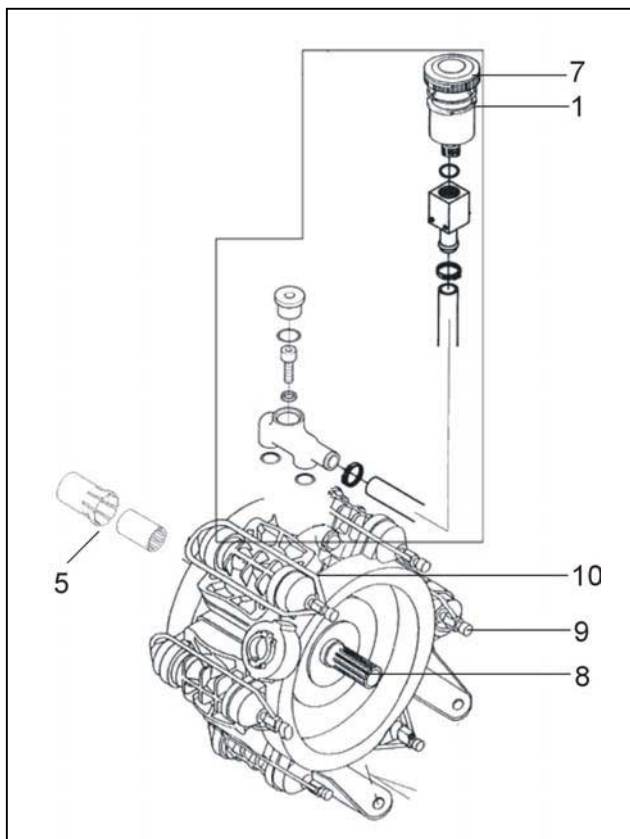

Fig. 9.1
- Indgangsakslen (fig. 9.1/8) drejes med hånden, indtil det gamle olie er løbet helt ud.